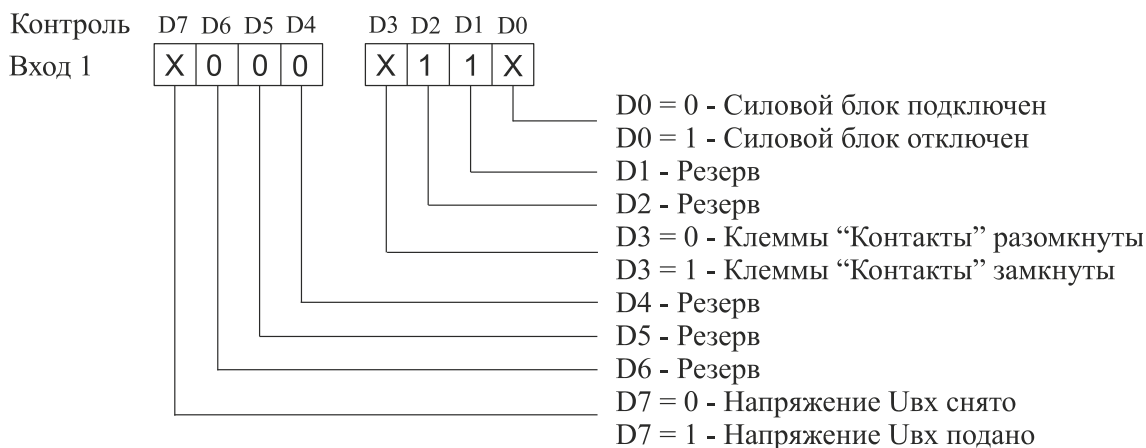

Рисунок 4 – Регистр состояния
8.6.1 В состоянии [Контроль] можно проконтролировать правильность хода внутренних часов (дату и время), содержимое регистра состояния (см. рис.4), температуру силовых узлов базового и силового блоков, информацию об устройстве.